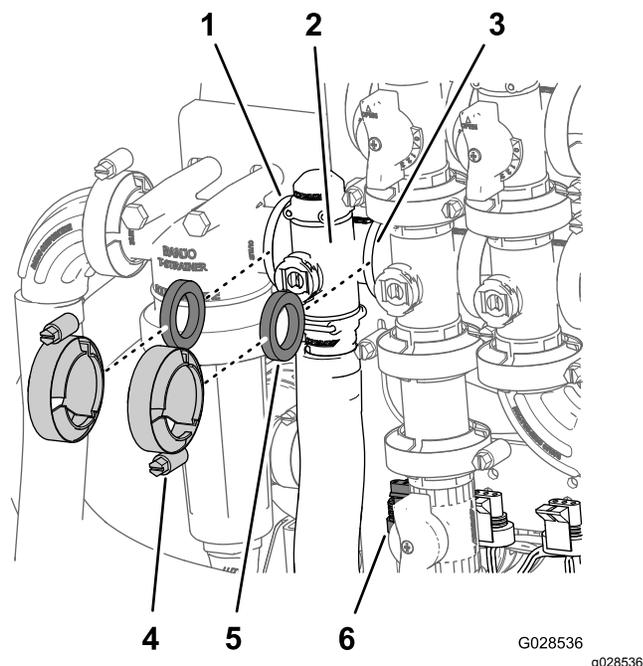

Рисунок 88
1. Снимите зажимы и прокладки, с помощью которых крепится коллектор клапана регулирования нормы распыления (Рисунок 88).